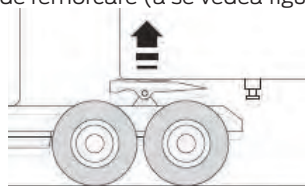

Figura-3
- 5- Ridicați cupla de remorcare cu ajutorul suspensiei pneumatice până când semiremorca este ușor ridicată. (a se vedea figura 3)